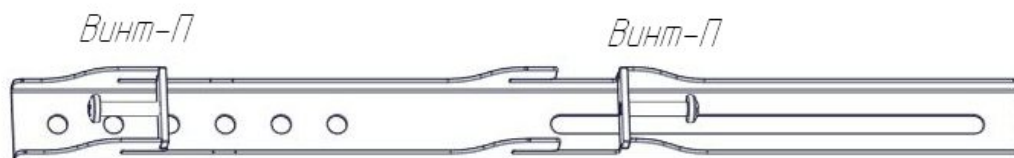

Рис. 8.
9. Навесить видео-панель с закреплёнными на ней планками на площадку (поз. 5) и закрепить планки винтами-П, принадлежащими планкам (см. Рис. 8, 9).